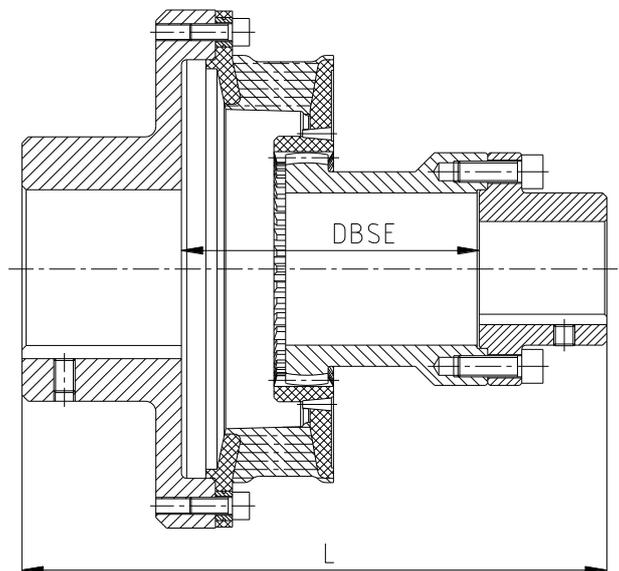

Bild 21: Kupplungseinbau
- Verschieben Sie die Maschinenteile in axialer Richtung bis das Einbaumaß DBSE bzw. L erreicht ist (siehe Bild 21 sowie Tabelle 3).